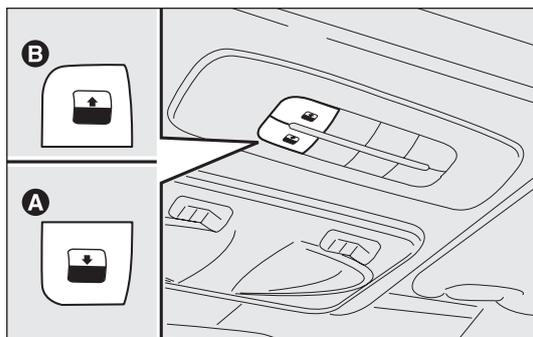

fig. 76
Il funzionamento del tetto apribile avviene solo con chiave di avviamento in posizione MAR. I comandi A-B fig. 76 posti su plancia dedicata vicino alla plafoniera anteriore, comandano le funzioni di apertura/chiusura tetto apribile.
Premere il pulsante B-fig. 76 e mantenerlo premuto, il pannello vetro anteriore si porterà in posizione “spoiler”; premere nuovamente il pulsante B e, agendo sul comando per più di mezzo secondo, si innescerà il movimento del cristallo del tetto che prosegue automaticamente fino a fondo corsa; il cristallo del tetto può essere fermato in una posizione intermedia agendo nuovamente sul pulsante.
Dalla posizione di apertura completa, premere il pulsante A-fig. 76 e, se si agisce sul pulsante per più di mezzo secondo, il cristallo anteriore del tetto si porterà automaticamente in posizione “spoiler”; agendo nuovamente sul pulsante, il cristallo del tetto si ferma in posizione intermedia; premere nuovamente il pulsante A e mantenerlo premuto fino alla chiusura completa del pannello.
- premere il pulsante A-fig. 76 in posizione di chiusura;